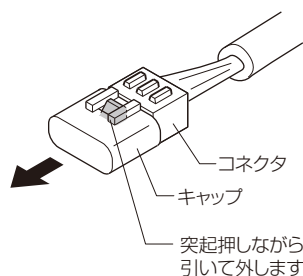

図5-2
- ①コネクタ付電源ケーブルのコネクタからキャップを取外してください。(図5-2参照)